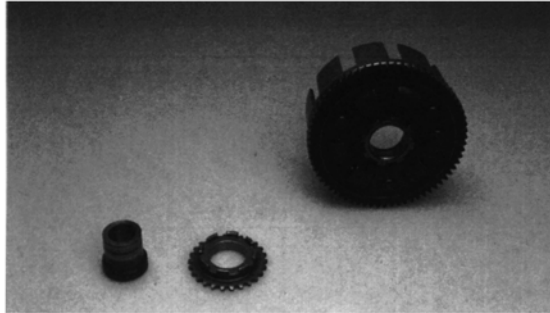

Bild 79
- Schaltwelle einschieben, dabei Enden der Schenkelfeder auf den im Gehäuse verschraubten Zapfen ausrichten (Bild 79).